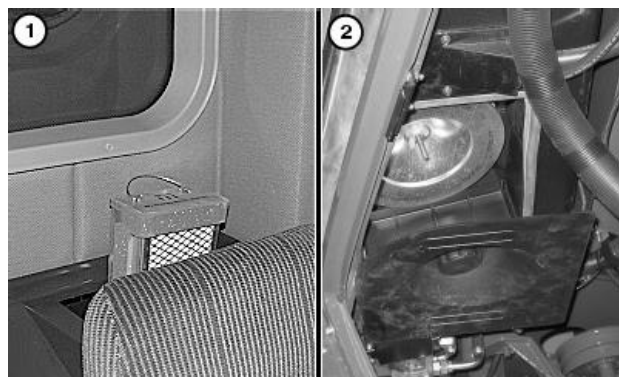

Рис.4.74 – Обслуговування рециркуляційного фільтра
1. Обслуговування рециркуляційного фільтру (очищення або заміна) (рис.4.74). Зняти відсік охолодження та витягнути фільтр з корпусу. Очистити або замінити фільтр. Переконайтеся, що стрілка напрямку потоку повітря направлена вперед по ходу комбайна.
2. Обслуговування фільтру салону (кабіни) (рис.4.74). Повернути ручку та витягнути піддон. Відвернути барашкову гайку та витягнути фільтр. Очистити або замінити за необхідності.